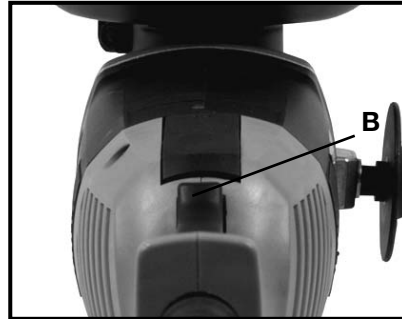

Fig. 5
El mango trasero (A), Fig. 5, puede colocarse en tres ubicaciones distintas para proporcionar la posición más cómoda, más segura y menos fatigosa para el operador. Tal como se muestra en la Fig. 5, el mango está en la posición central. Puede girarse tanto hacia la izquierda como hacia la derecha de esta posición.
1. Oprima el botón de fijación del mango (B), Fig. 5.